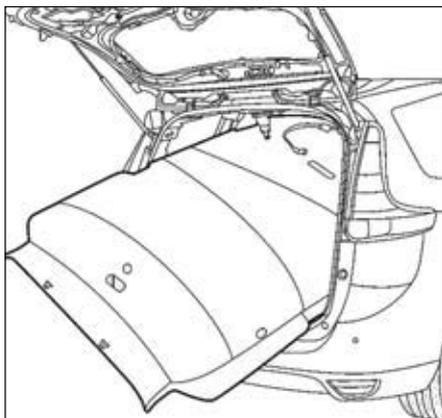

FIG.50
- Déposer la garniture de pavillon par le coffre (Fig.50).